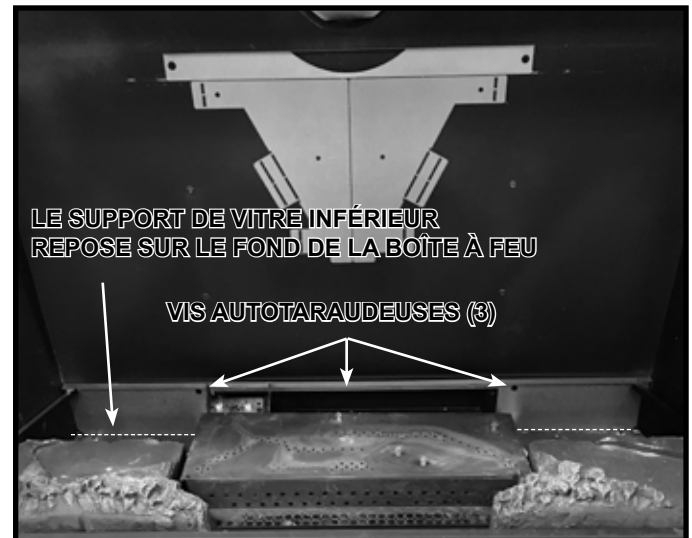

Figure 11.9 Support de vitre arrière inférieur installé
2. Retirez le support de vitre arrière inférieur de l'arrière de la boîte à feu en tirant vers l'avant sur le bord supérieur pour le libérer. Voir la Figure 11.8. Pliez vers le haut les languettes prévues pour le pliage manuel à environ 45 degrés, puis installez le support inférieur arrière en verre à l'aide des vis autotaraudeuses fournies dans le sac de pièces du manuel. Le support doit reposer sur le fond de la boîte à feu. Voir les Figures 11.9 et 11.10.